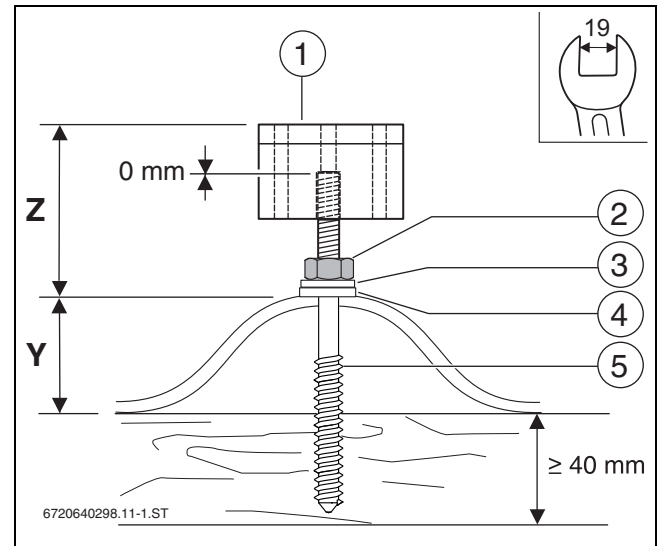

Bild 37 Montierte Stockschraube mit Haltebock
- Vormontierte Stockschraube mit Gabelschlüssel 19 mm so weit eindrehen, bis Maß Z (→ Tab. 12) erreicht ist (→ Bild 37).